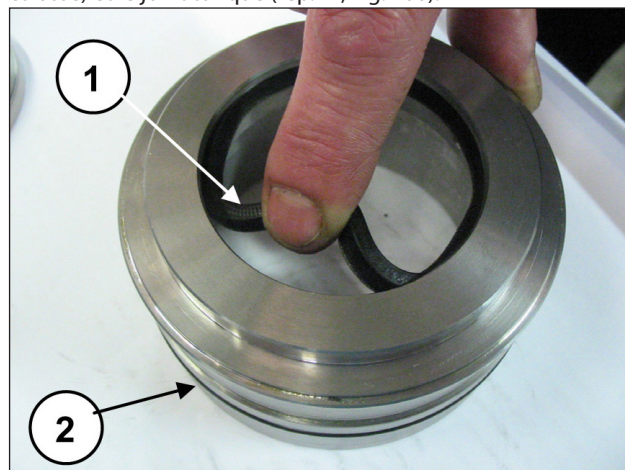

Fig. 200
Placer le joint basse pression dans le support des joints KC (rep. ①, Fig. 200) en prenant garde au sens de montage de la lèvre d'étanchéité qui doit être orientée vers l'avant (vers la culasse) et le joint torique (rep. ②, Fig. 200).